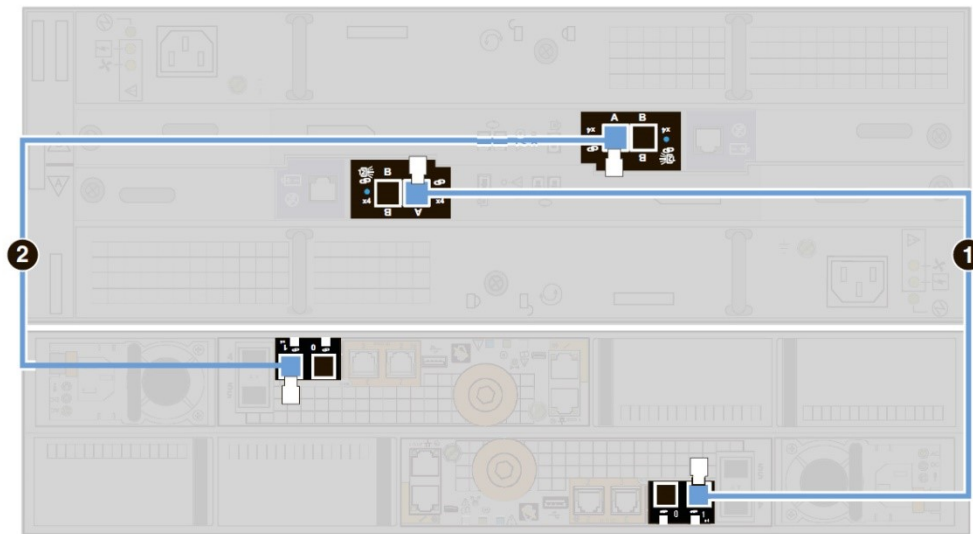

Рисунок 28. Подключение процессорной полки с дисками к 15-дисковой полке с помощью кабеля SAS.
Для выполнения этой задачи подключения используйте рисунок 28.
2.1. Соедините порт 0 процессора СХД А, расположенного в нижнем разъеме процессорной полки с дисками, с портом А контроллера дисковой полки А (LCC А), расположенного в нижней части дисковой полки. Рисунок 28 маркер [1]
2.2. Соедините порт 0 процессора СХД В, расположенного в верхнем разъеме процессорной полки с дисками, с портом А контроллера дисковой полки В (LCC В), расположенного в верхней части дисковой полки. Рисунок 28 маркер [2]